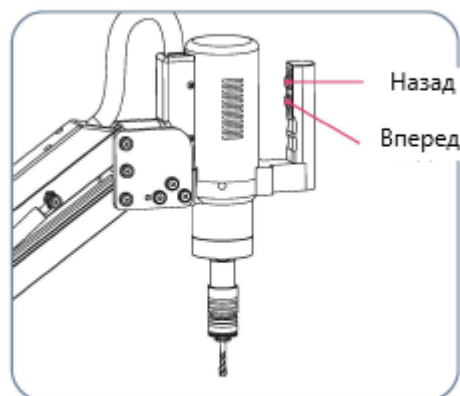

Рис. 10
- 3) Как показано на рис. 10, сначала нажмите «Вперед», чтобы запустить нарезание, затем нажмите «Назад», чтобы вернуть назад, в то время как в автоматическом режиме нажмите «Вперед», чтобы начать нарезание, нет необходимости нажимать реверс, он происходит автоматически.